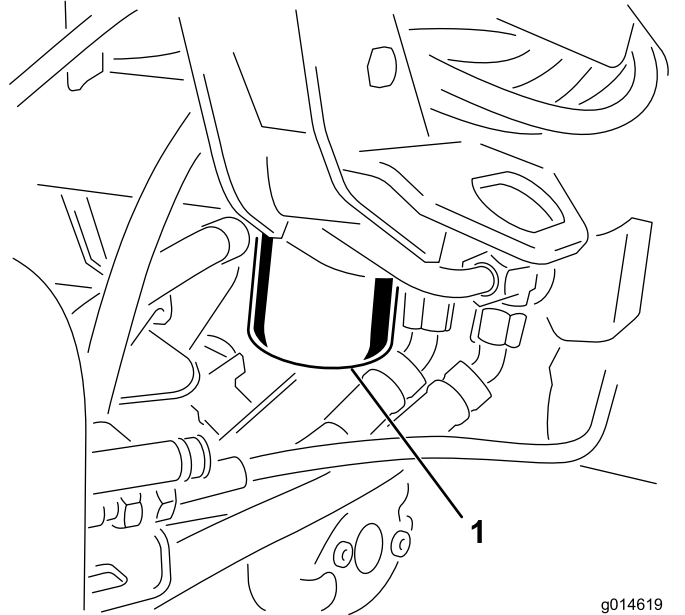

图52
1. 清洁过滤器安装区周围的区域图52。在过滤器下面放置一个放油盘并拆下过滤器。